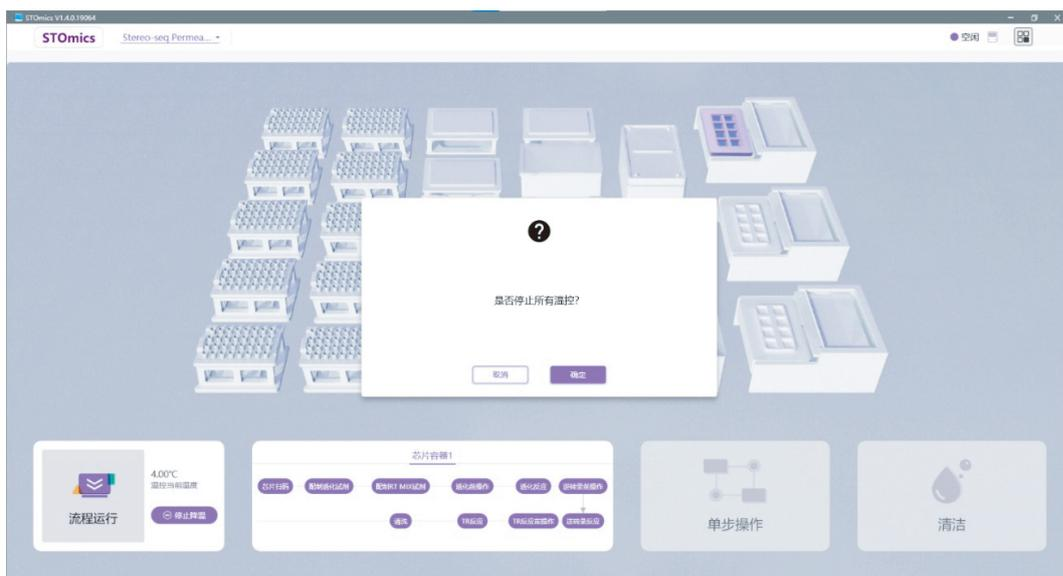

图 2-20 STOmics 软件透化流程结束界面
a. Go Spatial 流程运行结束后，会弹出“是否停止所有温控”的弹窗（图 2-20），无需操作，直接打开舱门，平稳小心地从深孔板区拿出 96 孔深孔板，释放后的 cDNA 试剂存储于此，cDNA 产物存放位置如图 2-21 所示。
- d. 确定试剂已回收后，点击“确定”即结束运行（图 2-20），此时低温试剂区的温控停止，温度逐渐恢复至室温。